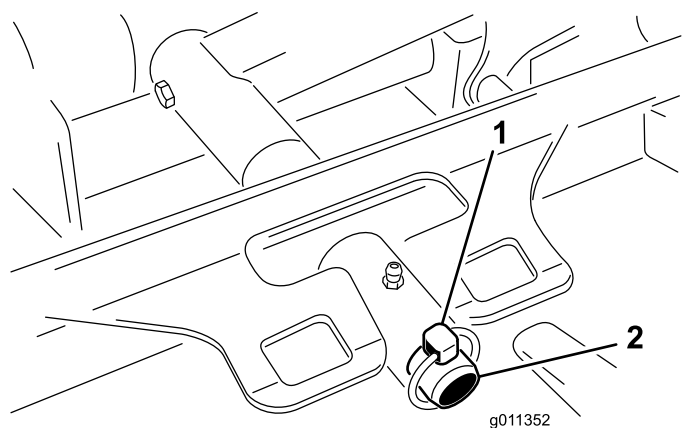

Figura 119
3. Rimuovete l'acciarino (per macchine Groundsmaster 4500) o il dado di fissaggio (per macchine Groundsmaster 4700) che fissa il telaio portante dell'apparato di taglio al perno girevole del braccio di sollevamento (Figura 119).
2. Fate scorrere il telaio portante dell'apparato di taglio sul perno girevole del braccio di sollevamento (Figura 119). Fissate l'apparato di taglio al perno con l'acciarino (per macchine Groundsmaster 4500) o il dado di fissaggio (per macchine Groundsmaster 4700).